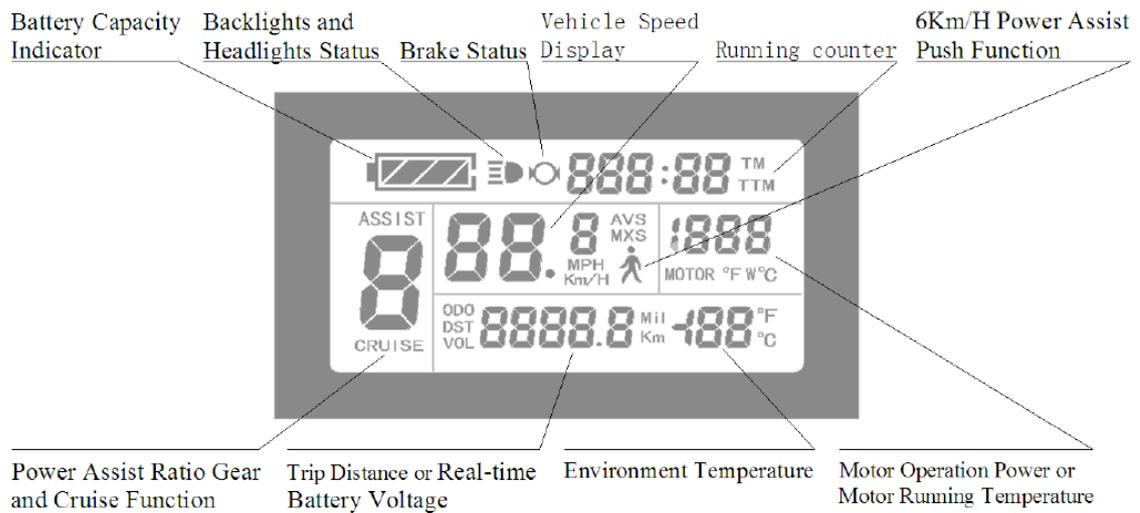

Abb. 10
Das Display der Steuerung (7) liefert alle notwendigen Informationen (Abb. 10).